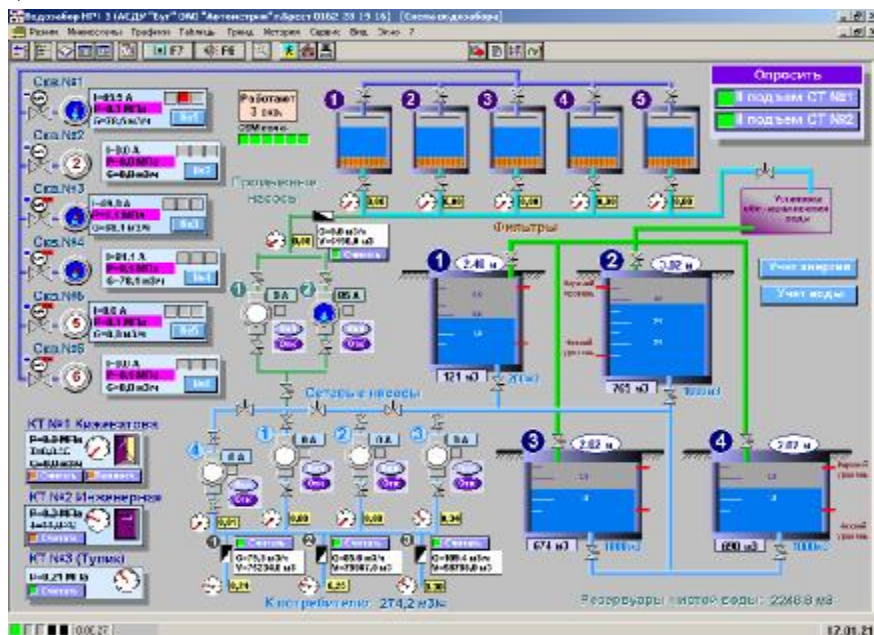

Рис. 3
3.8. Система считается включенной в работу, если на экране появится основное окно «Схема водозабора», примерный вид которого показан на **рис. 3**, и происходит опрос терминальных станций.
Исключение составляет общая мнемосхема объектов контроля «Схема водозабора» (см. рис. 3). В ней происходит отображение основных контролируемых параметров всех объектов контроля (см. раздел **Контролируемые параметры**).